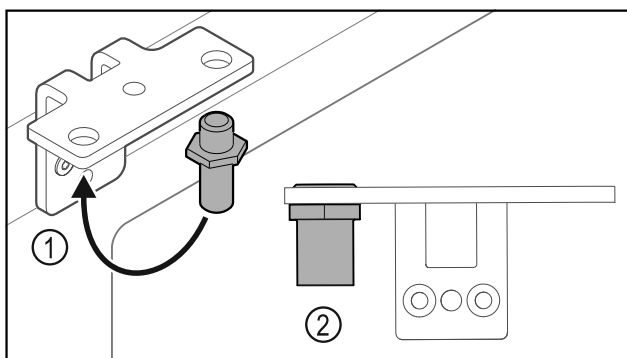

Fig. 31
- ▶ Mutați bolțul Fig. 31 (1) în colțarul balamalei.
- ▶ Strângeți bolțul Fig. 31 (2) cu **cuplul de 12 Nm**.